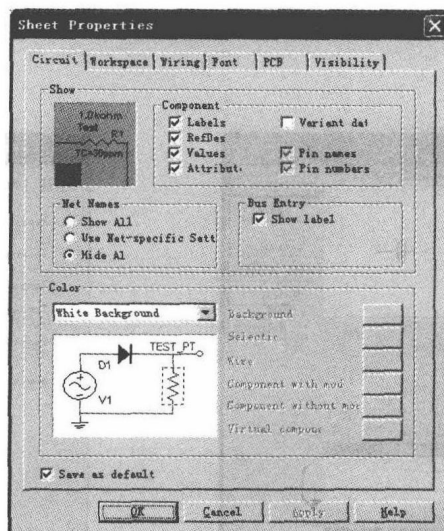

图 1.2.1 图纸特性设置窗口
1. 图纸特性设置:创建一个新的电路文件后,在电路界面单击 Options→Sheet Properties... 命令,可进入图纸特性设置窗口,如图 1.2.1 所示。图中各个选项卡说明如下: